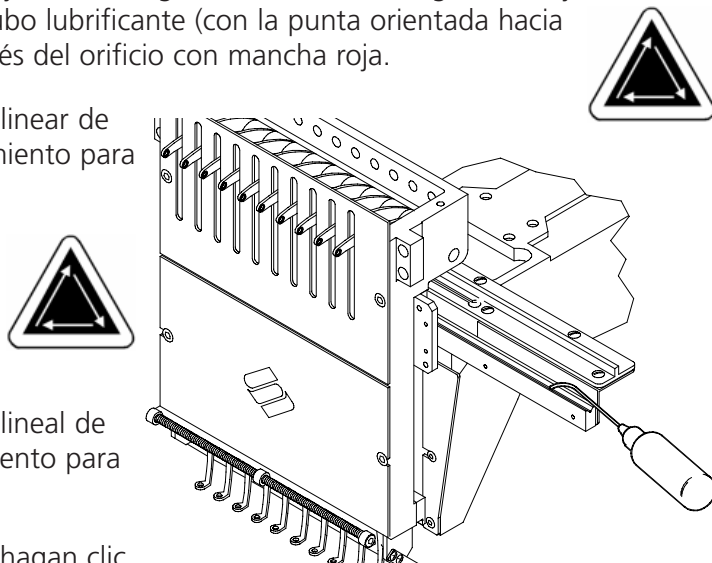

Figura 5-10
1. Las jaulas de agujas ya están en la aguja #10. La Figura 5-10 muestra la guía de cojinete con los paneles quitados. Introduzcan el tubo lubricante (con la punta orientada hacia abajo, hacia la guía de cojinete) a través del orificio con mancha roja.